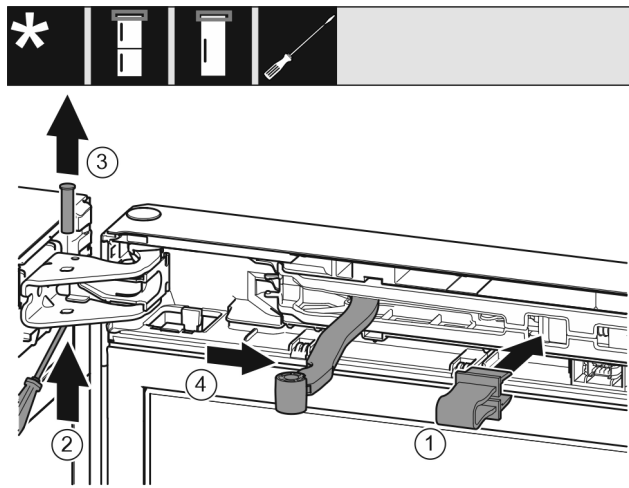

Fig. 13
- Pojistku Fig. 13 (1) nechte zapadnout do otvoru.
- Vyšroubujte čep Fig. 13 (2).
- Čep Fig. 13 (3) vyjměte nahoru.
- Otočte kloub Fig. 13 (4) směrem ke dveřím.